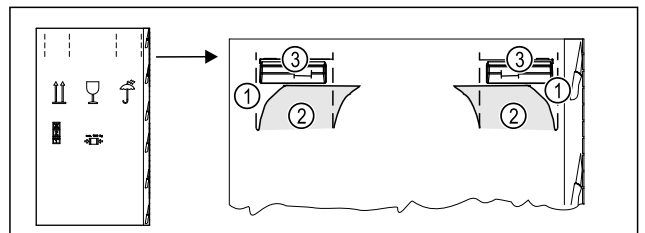

Fig. 6
- ▶ Fent, a perforálásnál Fig. 6 (1) nyomja be a csomagoló kartont.
- ▶ Húzza ki a benyomott füleket Fig. 6 (2).
- ▶ A jobb és a bal oldalon látható a hordfogantyú Fig. 6 (3).
- ▶ Tartsa meg a készüléket a hordfogantyúnál Fig. 6 (3).